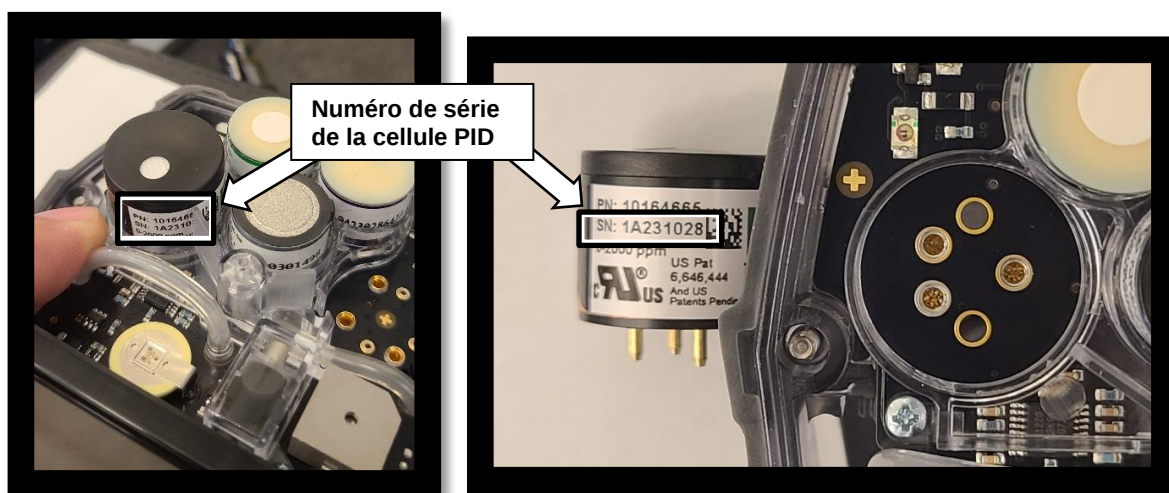

Figure 4 : Identification du numéro de série de la cellule PID
4. Pour trouver le code de date de la cellule PID, consultez les 2e, 3e et 4e chiffres du numéro de série de la cellule PID sur le côté de la cellule. (Figure 4)